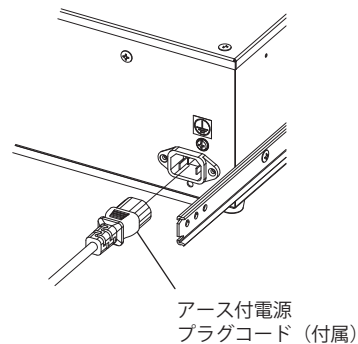

図 7
4. 挿入後、ローレットねじにて本体をスライドレールに固定してください。(図 7)